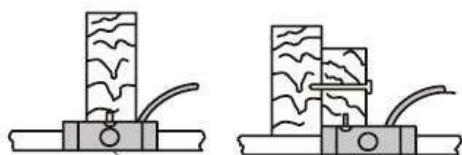

Fig.1
- Les figures 1, 2 et 3 sont des exemples des différentes possibilités d'installation de la boîte de connexion dans diverses circonstances. Une tige de suspension peut être requise.